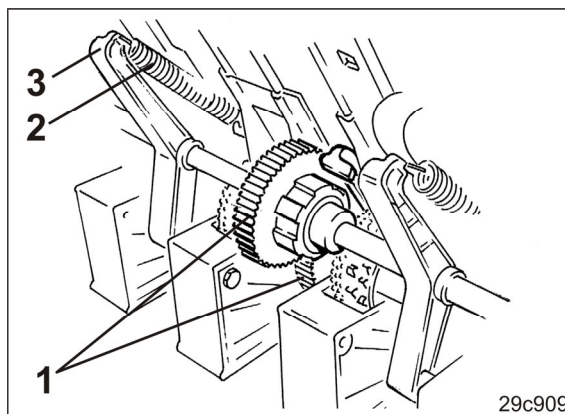

Fig. 245
8. Aduceți în angrenare dinții (Fig. 245/1) cuplajului arborelui intermediar și roții frontale a arborelui de însămânțare (ax de distribuție).
9. Agățați arcurile de tracțiune (Fig. 245/2) la lagărele oscilante (Fig. 245/3).